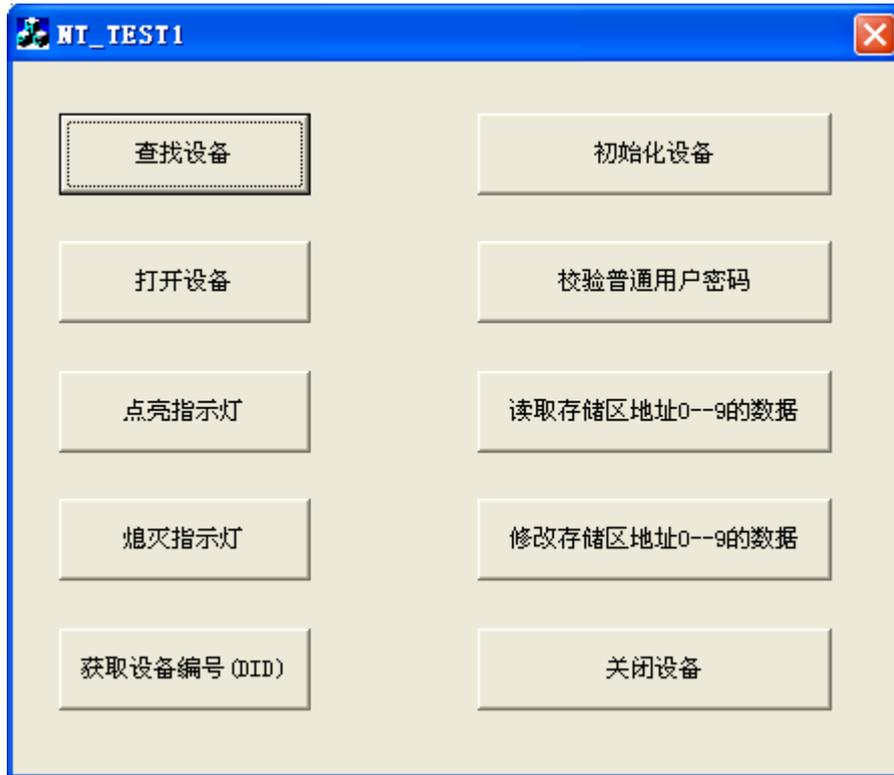

图 5.9 NT\_TEST1 操作界面
(15) 至此，这个例子的功能已设计完成，最终的界面如图5.9所示。